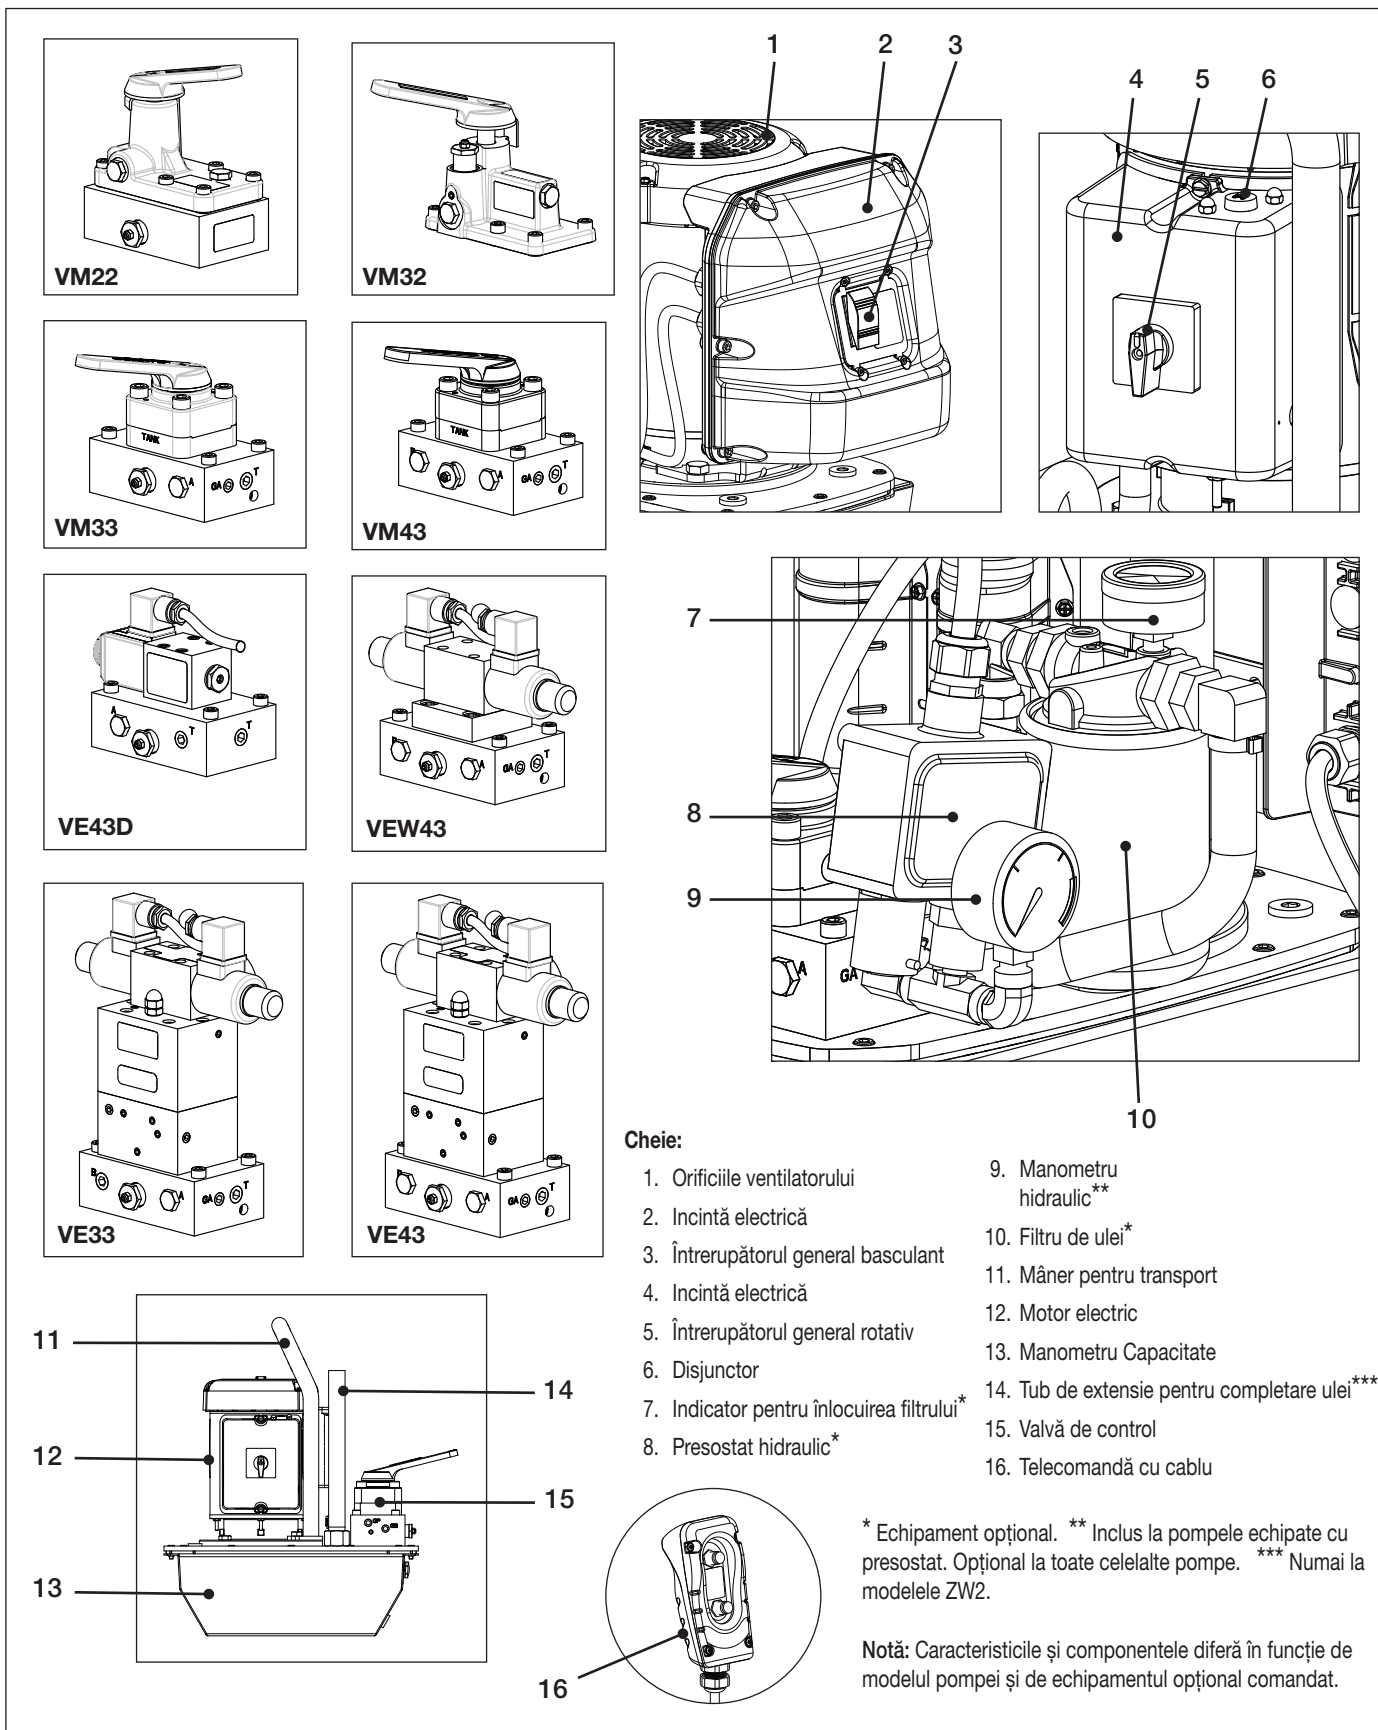
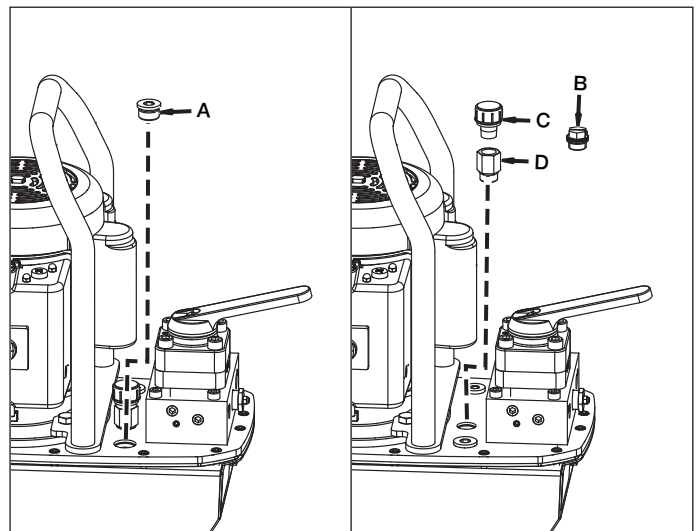

Figura 1: Pompele din seriile ZE2 și ZW2-Series
Figura 3: Bușonul de umplere cu ulei a rezervorului și bușonul de aerisire
Dacă nivelul uleiului este scăzut, scoateți bușonul de umplere cu ulei (A) din capacul pompei și completați cu ulei, cât este necesar. Consultați figura 3. Vă amintim că modelele ZW2 includ un tub de extensie pentru completarea uleiului, care este prezentat în figura 1.
Un dop de transport (B) este instalat pe capacul pompei. Consultați figura 3.